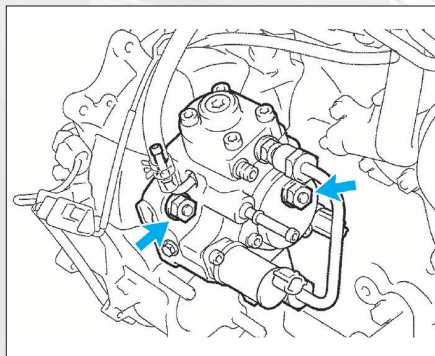

FIG. 34
• À partir du 08/2004, desserrer les 2 écrous de la pompe d'injection (fig. 34).